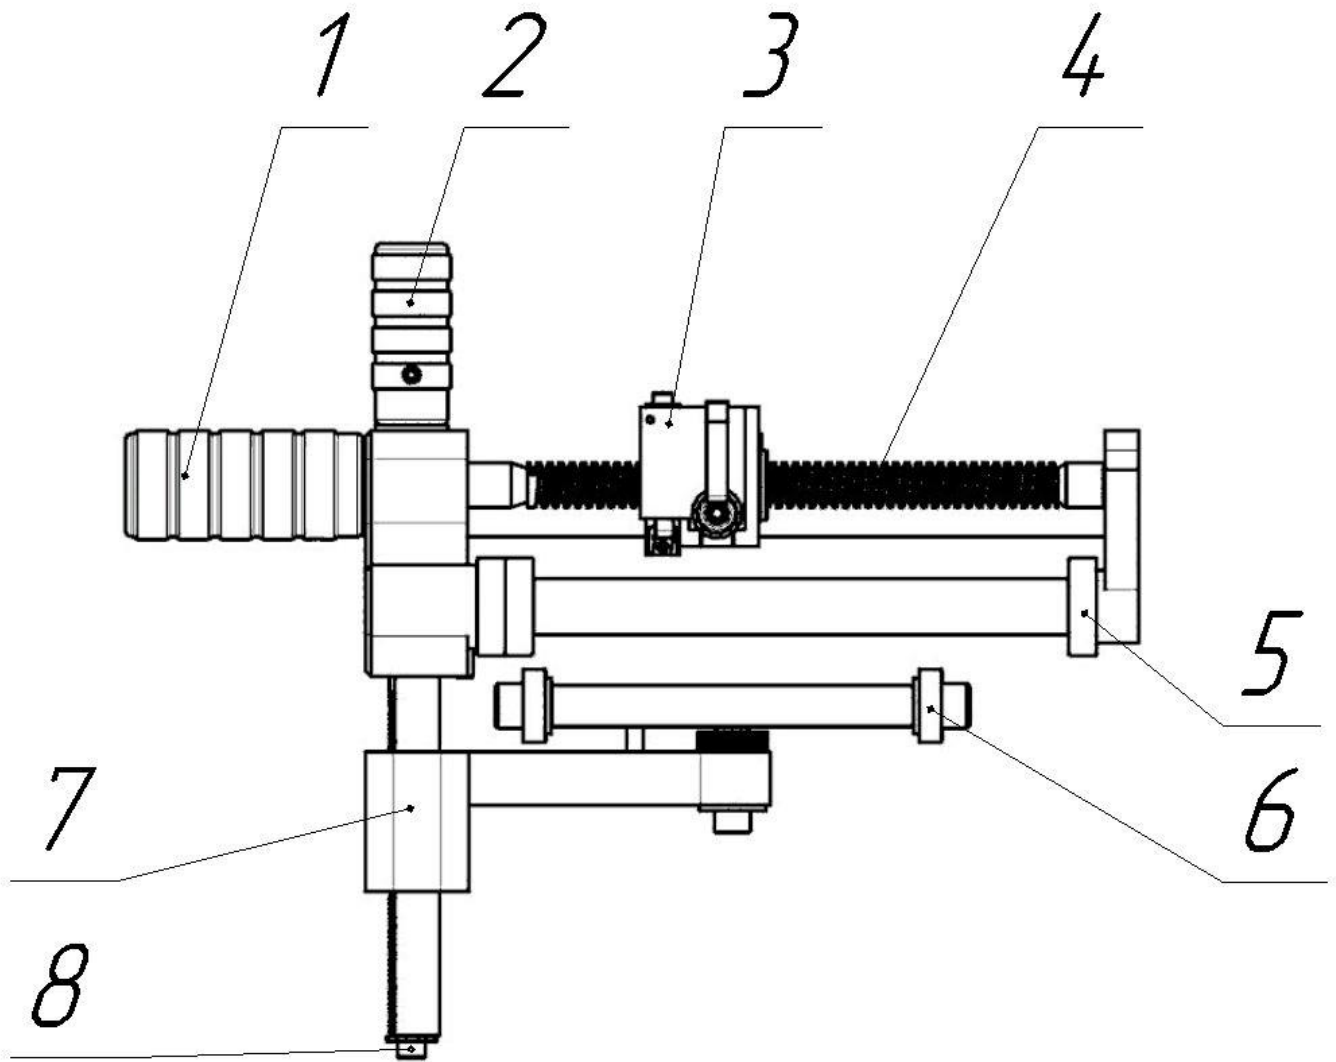
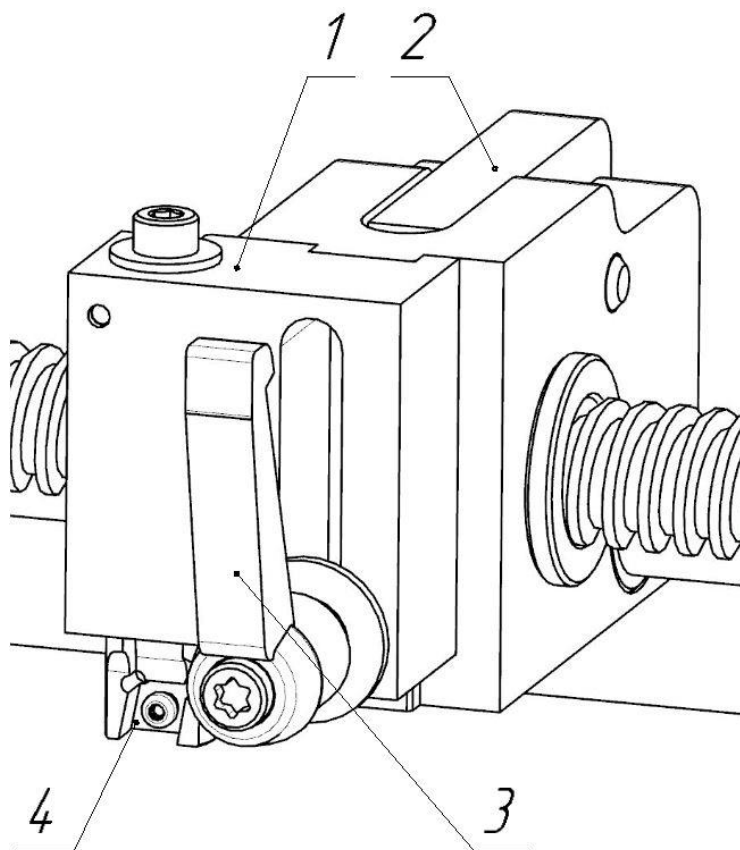

Рис. 1
Рис. 2
- Нажмите на фиксатор (**поз. 2 рис. 2 стр. 6**) и полностью подведите направляющий блок (**поз. 3 рис. 1 стр. 5**) к станине.
Приведите прижимной суппорт (**поз. 7 рис. 1 стр. 5**) в крайнее нижнее положение:
- Поворачивая рукоятку суппорта (**поз. 2 рис. 1 стр. 5**), опустить прижимной суппорт (**поз. 7 рис. 1 стр. 5**) вниз.
Отверните зажимной рычаг (**поз. 3 рис. 2 стр. 6**) и поднимите держатель резца (**поз. 1 рис. 2 стр. 6**) до конца вверх.
Заведите устройство на трубу таким образом, чтобы прижимной суппорт (**поз. 7 рис. 1 стр. 5**) оказался внутри трубы, а направляющий блок (**поз. 3 рис. 1 стр. 5**) на ее наружной поверхности.
- Затягивая с достаточным усилием рукояткой суппорта (**поз. 2 рис. 1 стр. 5**).
Нажмите на фиксатор (**поз. 2 рис. 2 стр. 6**) и отведите направляющий блок (**поз. 3 рис. 1 стр. 5**) на требуемую длину зачищаемой поверхности
Поверните зажимной рычаг (**поз. 3 рис. 2 стр. 6**) и прижмите держатель резца (**поз. 1 рис. 2 стр. 6**) к трубе и зафиксируйте зажимным рычагом (**поз. 3 рис. 2 стр. 6**).
Вращайте устройство вокруг трубы при помощи поворотной рукоятки (**поз. 1 рис. 1 стр. 5**) по направлению стрелки (по часовой стрелке!). Необходимо проводить зачистку до конца трубы равномерным вращением.
Отверните зажимной рычаг (**поз. 3 рис. 2 стр. 6**), поднимите держатель резца (**поз. 1 рис. 2 стр. 6**) и, ослабив рукоятку суппорта (**поз. 2 рис. 1 стр. 5**), снимите устройство с трубы.